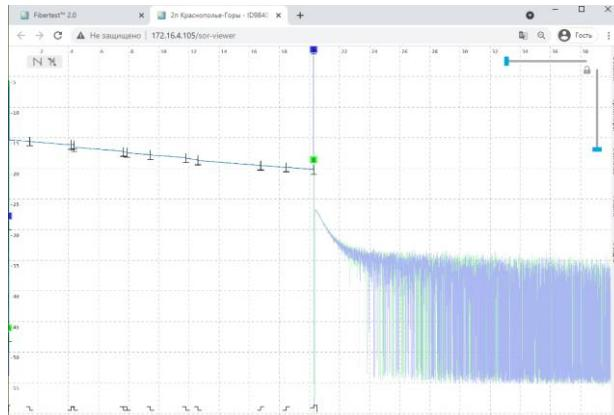

Рисунок 17-7.
1.2.1. При выборе пунктов «Показать рефлектомограмму», «Показать рефлектомограмму + базовую» в новой вкладке веб-браузера запускается веб-приложение **SorViewer**, в котором будет отображаться, в первом случае, измеренная рефлектомограмма, во втором, измеренная и базовая рефлектомограммы **Рисунок 17-7**.